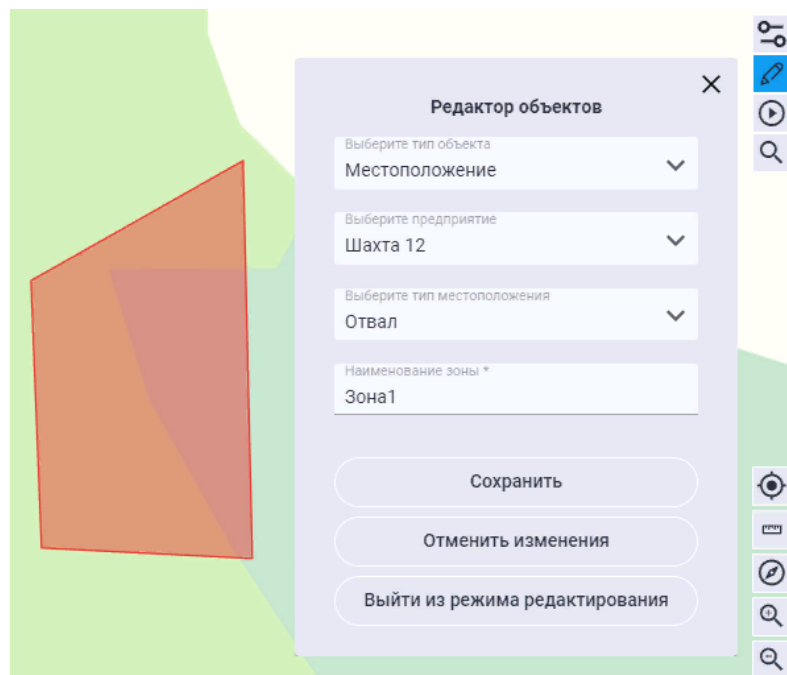

Рисунок 9. Меню объектов типа «местоположение».
4. Нажать кнопку **«Сохранить»** (Рисунок 9.).